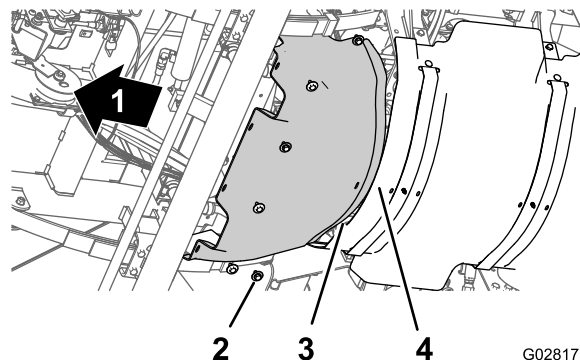

Рисунок 57
1. Расположите задний фланец переднего теплоизолирующего экрана над передним фланцем заднего теплоизолирующего экрана, выровняв их по краям (Рисунок 57).
2. Совместите отверстия в переднем теплоизолирующем экране с резьбовыми отверстиями в шасси (Рисунок 57).
3. Установите передний теплоизолирующий экран на машину с помощью 6 болтов с шестигранными головками и 6 шайб (Рисунок 57), снятых на этапе 3 раздела Демонтаж переднего теплоизолирующего экрана \(страница 58\).